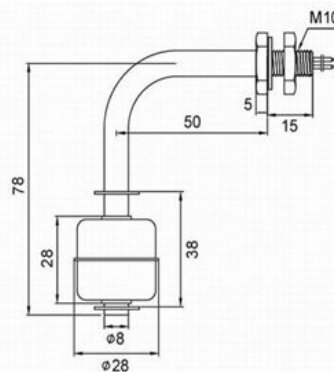

Рисунок 4.1 – Габаритные размеры
- габаритные и присоединительные размеры на технологическом объекте соответствуют размерам датчика (см. рисунок 4.1);